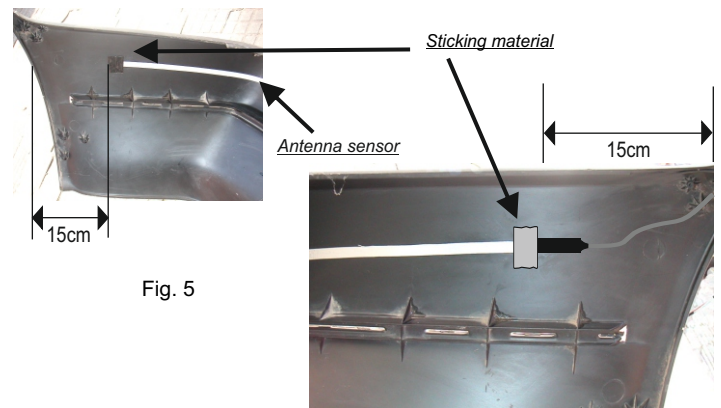

Fig. 5
B- Fissare tramite il biadesivo il connettore a tre punte del cavo dati sulla superficie interna del paraurti partendo da 15 cm circa di distanza dalla fine paraurti (fig. 5).
1) It is important to start and finish the application of the tape to about 15 cm from both ends of the bumper (fig.5).